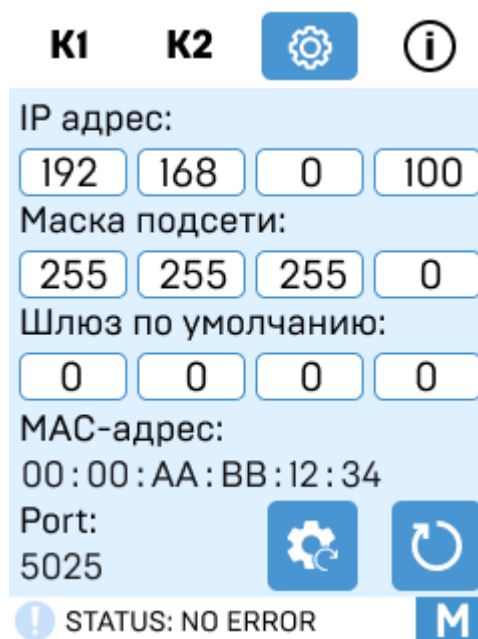

Рисунок 8 – Меню сетевых настроек матрицы
2.3.2.5 При нажатии на кнопку  производится переход в меню сетевых настроек матрицы (рисунок 8).